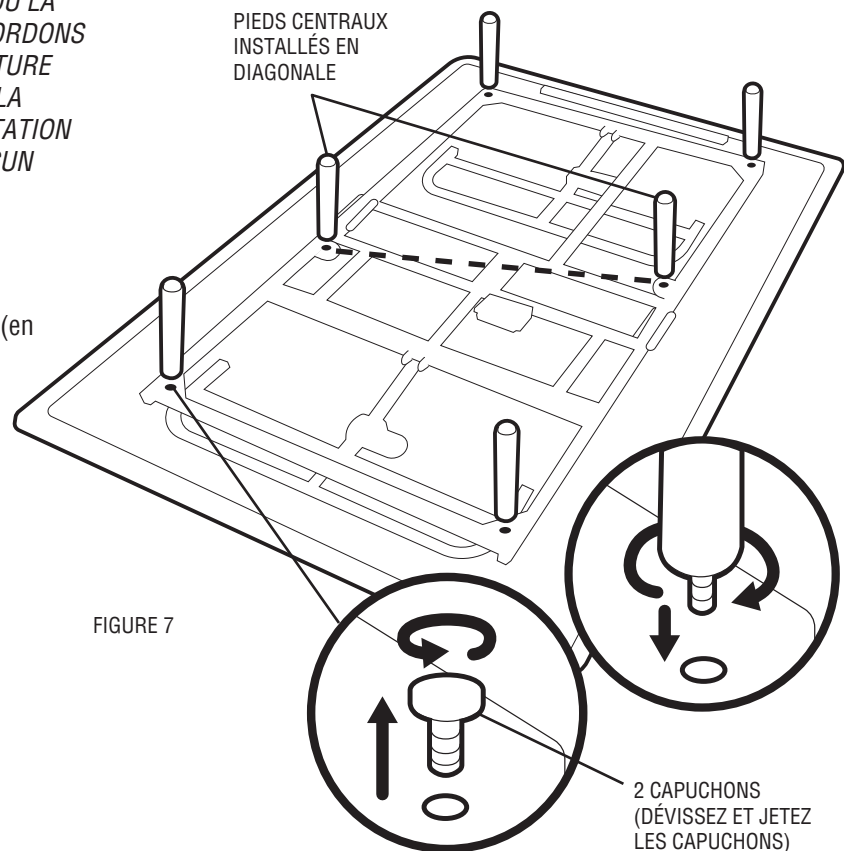

FIGURE 7
Dévissez et retirez les (2) capuchons à une extrémité du cadre de la base (FIGURE 7). Vissez les quatre (4) pieds dans les orifices taraudés aux coins du cadre de la base (FIGURE 7).
Vissez les deux (2) pieds dans les charnières en position diagonale à travers le pli central de la base (FIGURE 7).
(FIGURE 7).